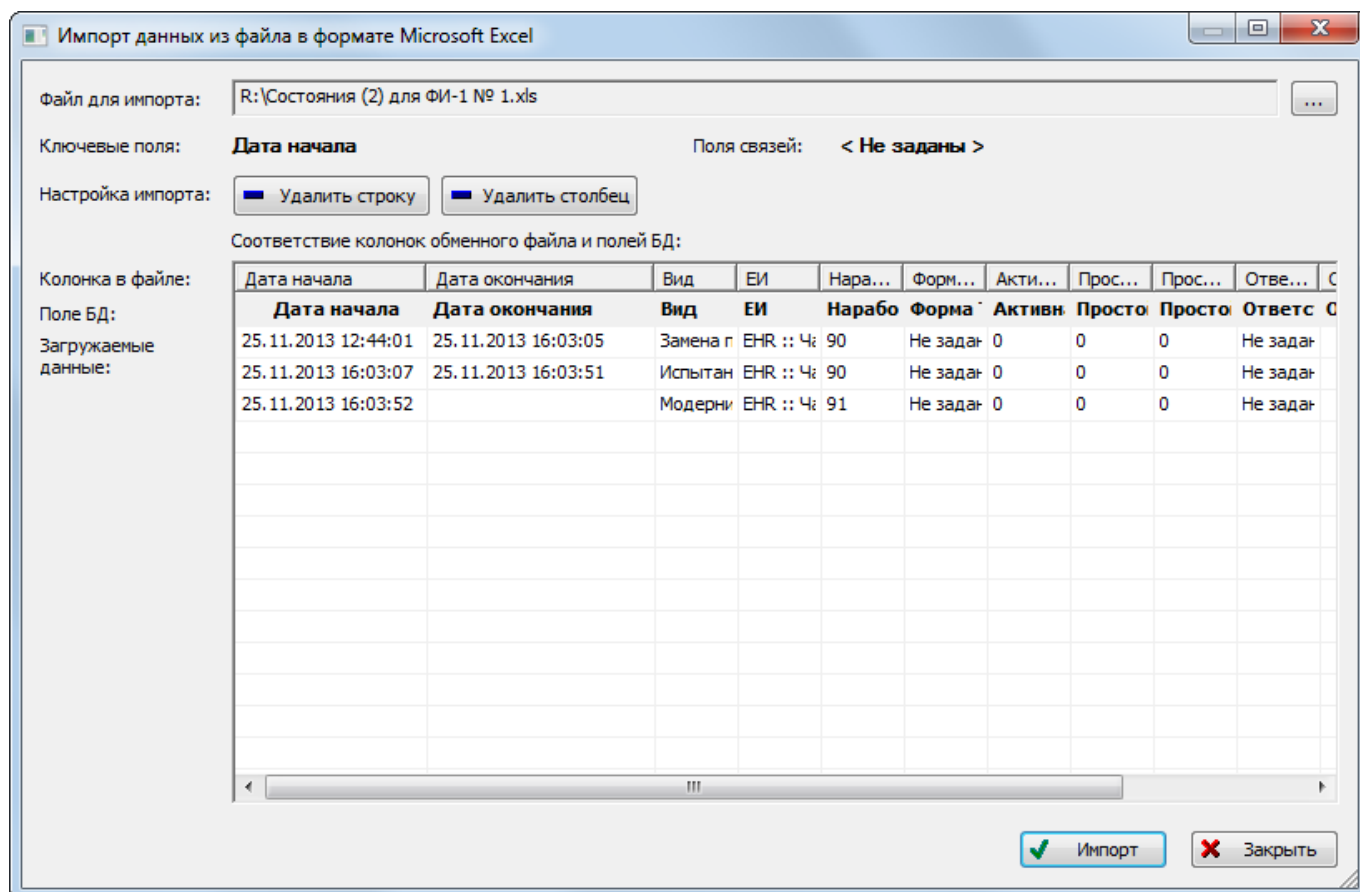

Рис. 13-390 – Окно импорта из файла Excel
Примечание. Уникальность элемента в базе данных определяется по совокупности ключевых полей, которые выводятся в окне импорта из файла *Excel*, приведенного на рис. 13-390.
5) Диалоговое окно будет закрыто, а данные из обменного файла появятся в окне «Импорт данных из файла в формате Microsoft Excel» (рис. 13-390).